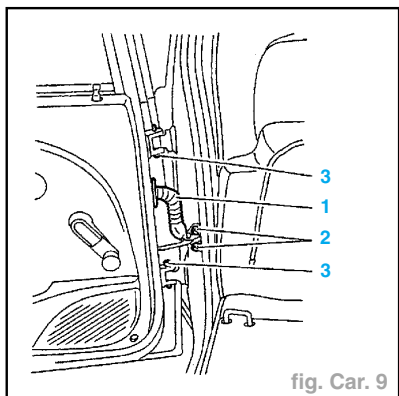

fig. Car. 9
- Déconnecter le connecteur (1) (fig. Car. 9).